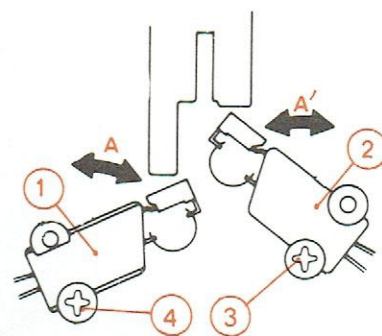

Fig. 12
D. RÉGLAGE DES INTERRUPTEURS D'ALIMENTATION DES ÉLECTRO-AIMANTS (Fig. 12)
- 6° - Dans le cas contraire, desserrer la vis (4) et, suivant la flèche A, pivoter l'interrupteur (1) dans le sens convenable.
- 5° - Appuyer sur la touche « INVERSE » et procéder de façon identique pour l'interrupteur (2).